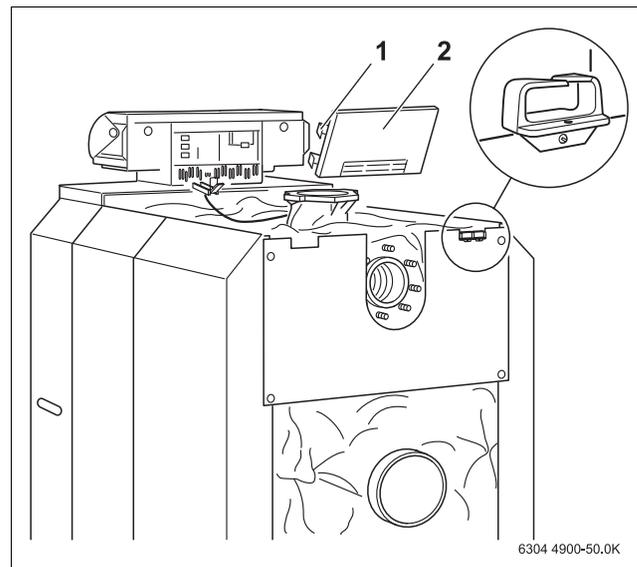

Bild 53 Rückwandteil montieren
- ▶ Kabeldurchführung (siehe auch Lupe → Bild 53) links und rechts an die Kesselrückwand anschrauben.